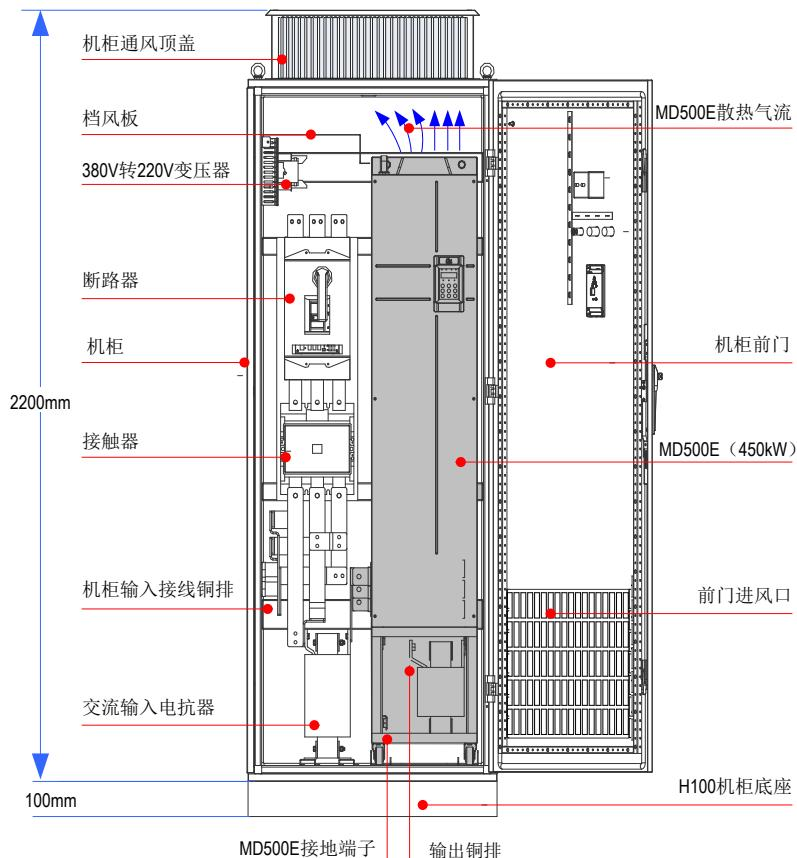

图 3-14 机柜布局推荐
- 在柜内安装时, 请参照机柜布局示意图 (如下图 3-14 所示), 机柜框架为 2200*800*600 (单位 mm, 含 H200 机柜通风顶盖), 为了确保机柜的安装, 必须加上 H100 的机柜底座。要在柜内顶部安装档风板, 防止 MD500E 散热气流在柜内循环, 在柜门下部必须开进风通风孔;